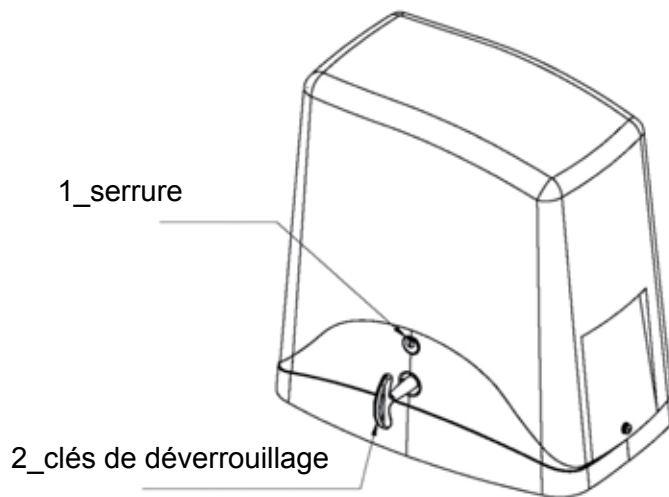

fig.3
1. Insérer la clé fournie en dotation dans la serrure (1) et la tourner de 90° dans le sens contraire des aiguilles d'une montre (fig.3)
2. Insérer la clé de déblocage (2) et la tourner dans le sens des aiguilles d'une montre jusqu'au complet déblocage du pignon (fig.3).
Pour bien installer la crémaillère, débloquer le motoréducteur comme indiqué (fig. 3) et ouvrir complètement la porte.